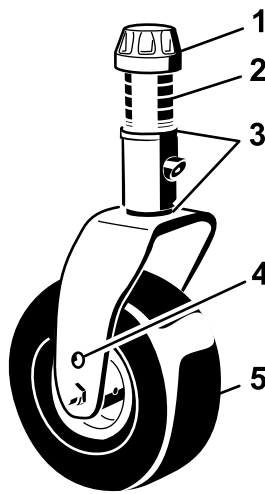

Figura 19
4. Retire el casquillo tensor del eje y deslice el eje fuera del brazo de la rueda giratoria (Figura 19).